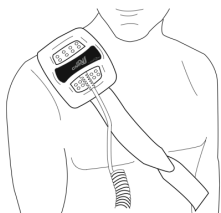

Figura 4
7. La correa larga debe caer por la espalda, y la correa corta y el cable por el pecho. (Figura 4)
8. Rodee el cuerpo con la correa larga, llevándola hasta el pecho, y únala a la correa corta. Asegúrese de que la unidad quede bien fijada sobre el lugar de la fractura. (Figura 4)